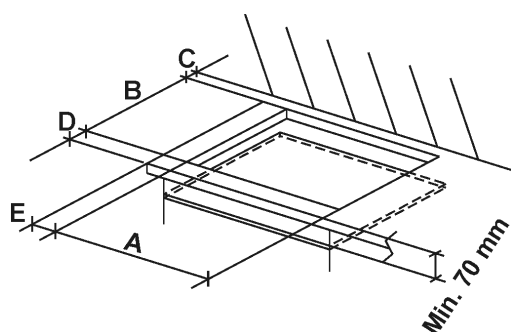
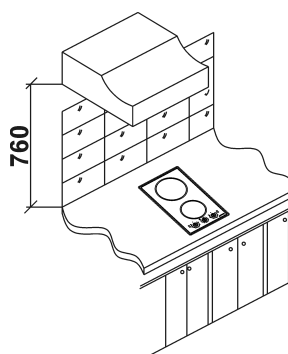

FIG. 6
FIG. 7
É preciso fazer no móvel de instalação uma abertura que permita embutir o aparelho com a dimensão indicada na fig. 6, certificando-se que sejam respeitadas as dimensões críticas do espaço no qual o aparelho será instalado (vide a fig. 7).
Efectue uma abertura para o encaixe no plano do móvel componível, respeitando as dimensões indicadas na fig. 6-7, certificando-se de que sejam respeitadas as dimensões críticas do espaço no qual o aparelho deverá ser instalado (veja fig. 7).
Se for instalada uma madeira acima da fresa, consulte as instruções do fabricante da cobertura em relação à distância mínima entre a cobertura e a fresa (fig. 6).
- Para evitar possíveis contactos acidentais com a superfície da caixa do plano aquecida durante o funcionamento do mesmo, monte um elemento de separação em madeira e aperte-o com parafusos distância mínima do top 70 mm (fig. 6).